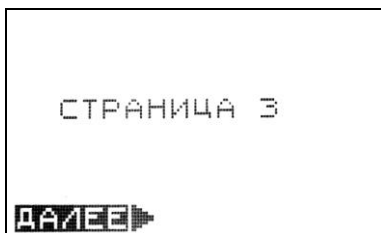

Рис. 16
- клавишами "Стрелка вверх" и "Стрелка вниз" установить курсор на надпись "НОВАЯ СТРАНИЦА" и нажать клавишу "Ввод". На индикаторе появится надпись "СТРАНИЦА" и номер новой страницы (Рис. 16)